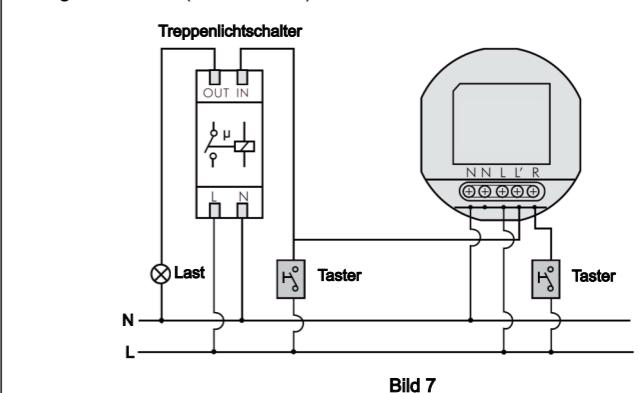

Bild 7
3.3.3 Treppenlichtschalter von Melder aktiviert (die Zeit sollte auf **1s** eingestellt sein. (Siehe Bild 7).